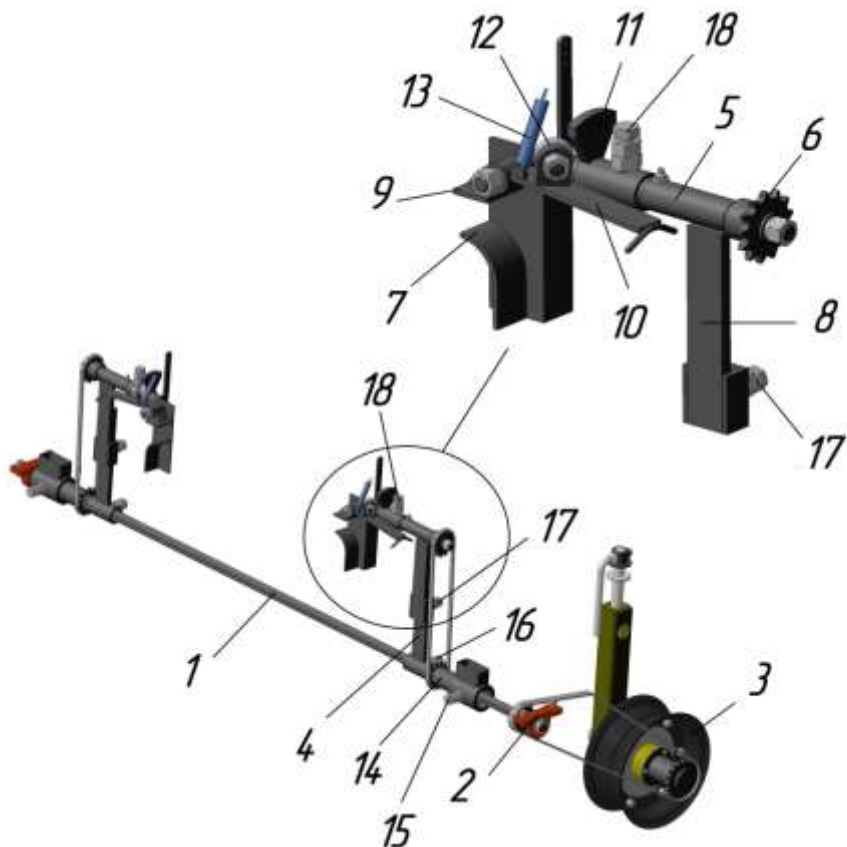

Рисунок 3 – Механизм установки дуг с приводом.
3.1.4 Приводной вал 1 (рисунок 3) установлен на раме в корпусах подшипников 2. Привод от колеса 3 осуществляется цепью от приводной звёздочки. На валу размещены регулируемые по ширине кронштейны 5 для установки левого и правого механизмов установки дуг.
3.1.5 Механизм установки дуг (рисунок 3) крепится на кронштейнах приводного вала на направляющей 8 и предназначен для придания пруткам формы дуги и установки их в почву. Состоит из приводного вала 5 со звёздочкой 6, захватов 7 и 9, формирователя дуги 10, эксцентрика 11 с роликом 12 и возвратной пружины 13.
При движении машины вперёд вращение при помощи цепных передач от приводного колеса 3 через приводной вал 1 и кронштейны 4 (рисунок 3) передаётся на механизм установки дуги. Во время движения механизм осуществляет захват прутка из подающего механизма, вращающийся вал 1 с эксцентриком 11 воздействует на ролик 12, формователь 10 перемещается вниз до придания прутку необходимой формы дуги. После установки дуги в почву возврат механизма в исходное положение осуществляется пружиной 13.
– ширину захвата прутков регулируется путем смещения механизмов установки дуг вдоль приводного вала. Для этого необходимо ослабить болты 15,16 (рисунок 3) и вручную установить требуемое расстояние – зажать болты. При неизменной длине прутков данная регулировка изменит величину
– вертикальность входа дуги относительно плоскости грунта регулируется путем поворота механизмов установки дуг относительно приводного вала. Для этого необходимо ослабить болты 16 и 17 (рисунок 3) на двух механизмах освободить цепи привода и повернуть механизмы вручную на необходимый угол – вернуть цепи в зацепление и зажать болты.
– изгиб дуги регулируется положением эксцентрика 11 относительно ролика 12 (рисунок 3). Для изменения положения эксцентрика необходимо ослабить болт 18, повернуть эксцентрик на требуемый угол и зажать болт. Получившийся изгиб дуги во многом зависит от используемого прутка и подбирается опытным путем. Наиболее оптимальный вид дуги для прутка длиной 1400 мм показан на рисунке 7.